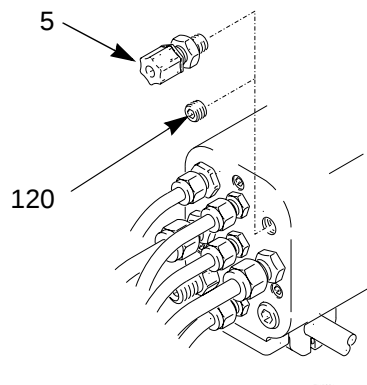

Fig. 6. Fiberoptikkoppling
1. Ta bort pluggen (120) ur fiberoptikanslutningen och sätt i fiberoptikkopplingen (5, levereras lös tillsammans med pistolen). Se Fig. 6.